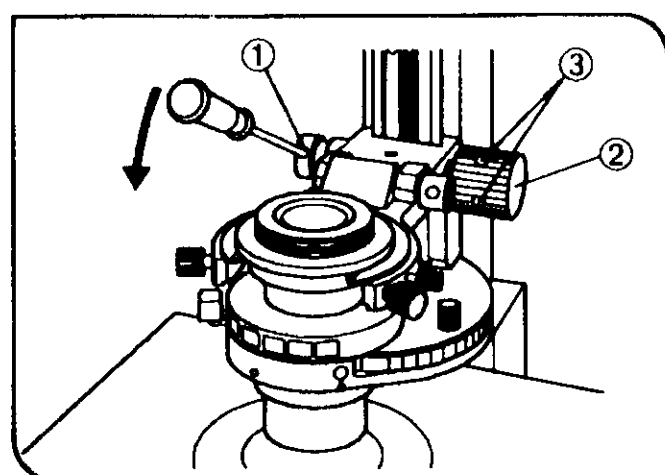

图 34
1. 左右拨动视场光阑杆①，关闭或打开视场光阑。
### (4) 调节聚光镜高度，调节旋钮张力 (图 34)